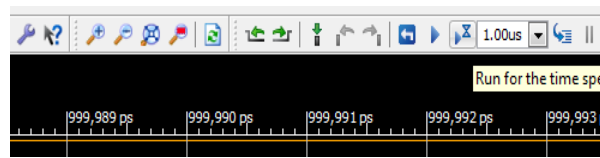

Figura 7.
- 8) Para proceder a la simulación con los estímulos capturados debes presionar en una sola ocasión el botón *Run for the time specified on the toolbar*, indicado en la figura 7.